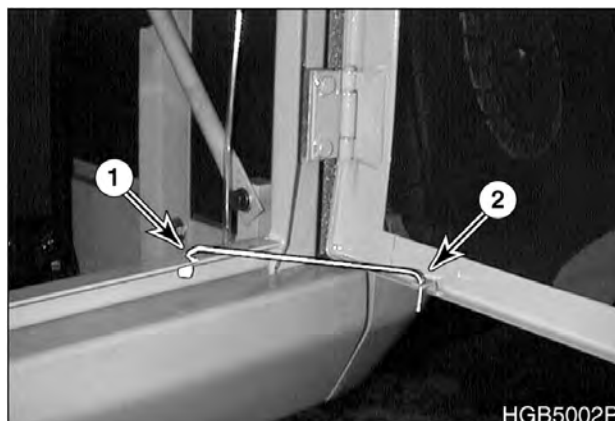

Рис. 119
Вынуть опорный стержень (1, рис. 119) и гнезда вставить его в отверстие (2), чтобы закрепить боковую дверь.